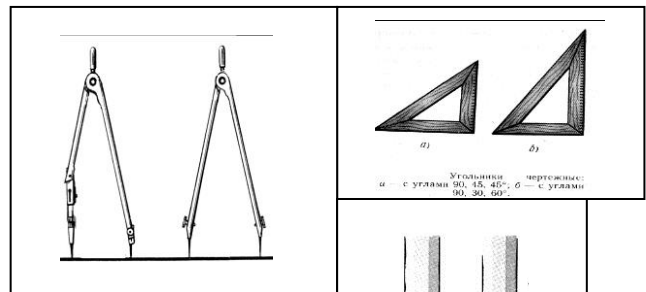

Рис.2
- Какие чертёжные инструменты вы использовали для построения чертежа (рис.2)?